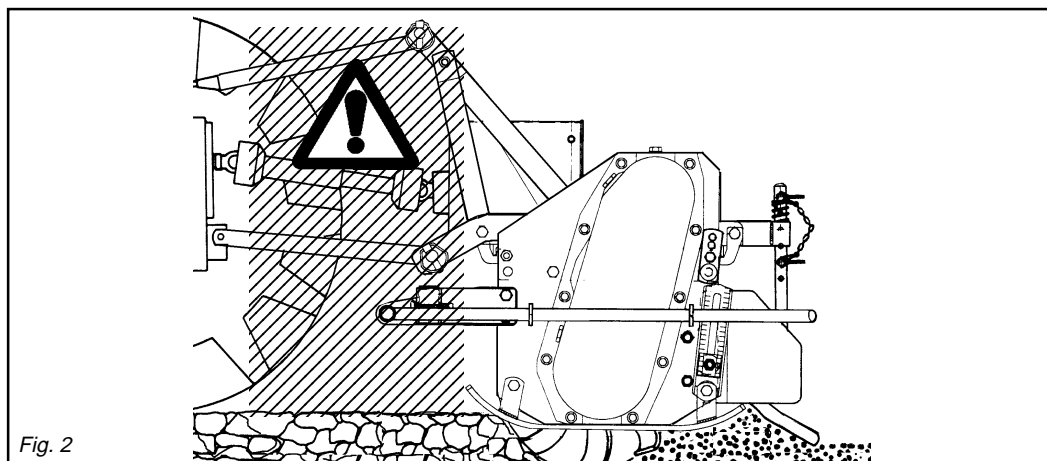

Fig. 2
- 24) *It is absolutely forbidden to stand between the tractor and the implement (Fig. 2) when the engine is running and the cardan shaft is engaged without having first engaged the hand brake and placed a block or stone under the wheels to prevent them from moving.*
- 24) Es ist absolut verboten, bei laufendem Motor und eingeschalteter Gelenkwelle zwischen den Schlepper und das Gerät zu treten (Abb. 2). Dazu muß die Feststellbremse gezogen werden und unter die Räder ein Bremskeil oder ein großer Stein gelegt worden sein.
- 24) *Il est absolument interdit de se mettre entre le tracteur et l'appareil (Fig. 2) quand le moteur est en marche et le cardan enclenché, sans avoir tiré le frein de stationnement et bloqué les roues avec une cale ou un caillou.*
- 24) Está terminantemente prohibido colocarse entre el tractor y el equipo (Fig. 2) con motor encendido y cardán inserido, o sin haber accionado el freno de estacionamiento y de colocar, debajo de las ruedas, una piedra u otro elemento de bloqueo.
- 28) È assolutamente vietato intersorsi fra il trattore e l'attacco della zappatrice per manovrare il comando dall'esterno per il sollevamento (Fig. 2).
- 28) It is absolutely forbidden to stand between the tractor and the implement when manoeuvring the lift control from the outside (Fig. 2).
- 28) Es ist absolut verboten, zwischen den Schlepper und den Anschluß zu treten, um die Aushebung von außen zu betätigen (Abb. 2).
- 28) Il est absolument interdit de se mettre entre le tracteur et l'attelage pour manoeuvrer la commande de relevage de l'extérieur (Fig. 2).